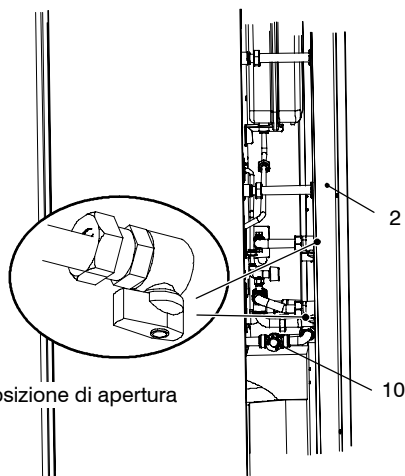
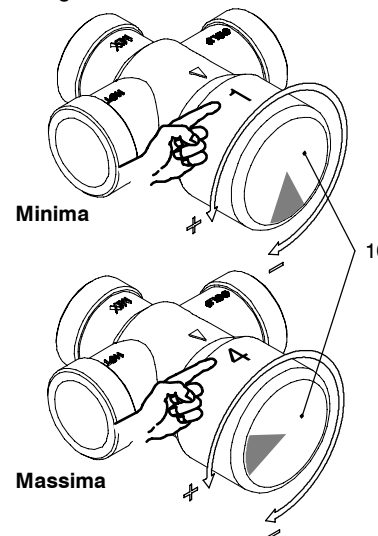

fig. 2.1
fig. 2.6
- 1 Aprire la porta accesso rubinetti 2 (lato destro caldaia) e verificare che i rubinetti della caldaia siano aperti fig. 2.1
La temperatura dell'acqua calda sanitaria può essere regolata in caldaia da un minimo di 42 °C ad un massimo di circa 55 °C, ruotando la manopola 10 indicata fig. 2.6
Ruotando la manopola 10 in fig. 2.1 – fig. 2.6 in senso antiorario la temperatura aumenta, mentre ruotandola in senso orario diminuisce.
La caldaia infatti, per la produzione di acqua calda, utilizza un sistema integrato tra uno scambiatore istantaneo, un serbatoio dinamico e una valvola miscelatrice sanitaria 10 in fig. 2.1, questo per ottenere prestazioni di assoluto rilievo.